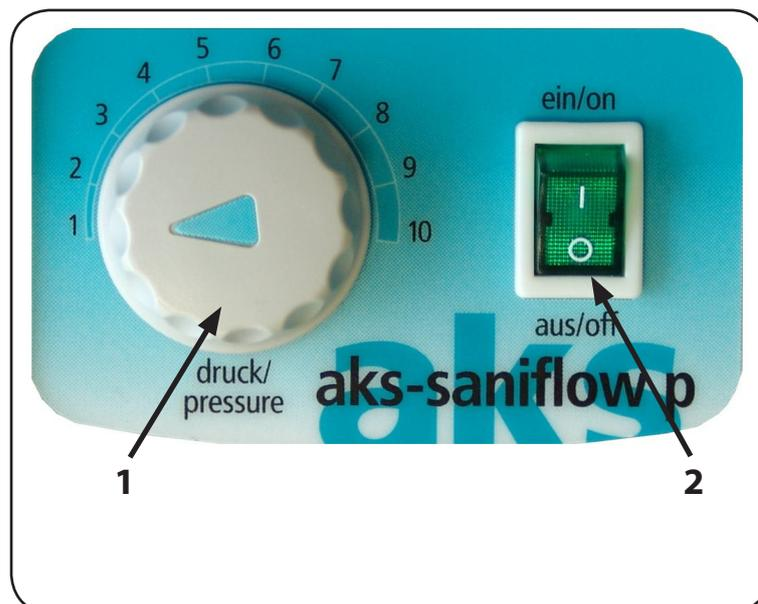

Abbildung 04
Über einen Druckregler am Aggregat (siehe Abbildung 04) kann der Fülldruck stufenlos in einem Skalierungsbereich von 1 bis 10 individuell an das Patientengewicht bzw. die momentane Belastungssituation angepasst werden.
1. Schalten Sie das Aggregat mit dem Netzschalter ein. Die Betriebskontrollleuchte im Netzschalter leuchtet grün auf. (siehe Abbildung 04).
Trennen Sie das Produkt vor dem Transport vom Stromnetz. Dafür schalten Sie zunächst das Aggregat mit dem Netzschalter aus, sodass die grüne Betriebskontrollleuchte erlischt (siehe Abbildung 04). Danach entfernen Sie den Netzstecker aus der Netzsteckdose.